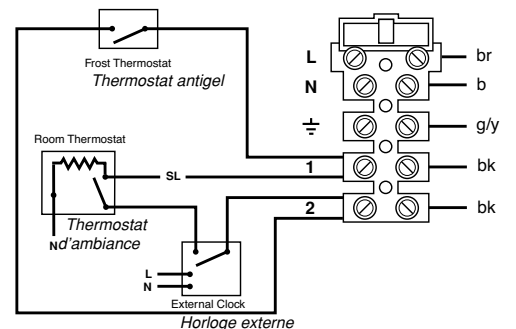

Fig. 26
6. Remove the link between terminal 1 and 2 and connect the cables from the external control (Fig. 26).
6. Enlever l'élément de liaison entre les bornes 1 et 2 et brancher les câbles sortant de la commande externe (Fig.26).
**NOTE:** If the room thermostat being used incorporates an anticipator it **MUST** be wired as shown in Fig. 26
**REMARQUE :** Si le thermostat d'ambiance utilisé incorpore une résistance accélératrice, il doit être câblé comme le montre la Fig. 26